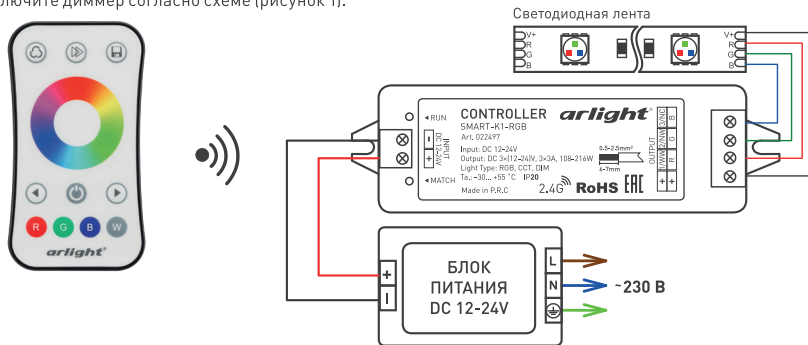

Рисунок 1. Схема подключения панели SMART-RGB-SET-RING
3.2. Подключите диммер согласно схеме (рисунок 1).